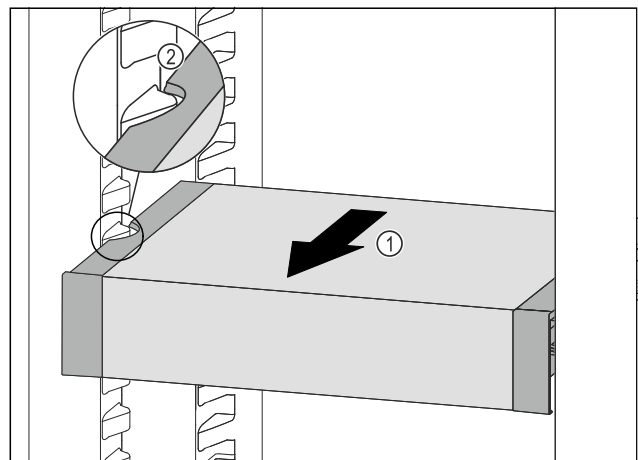

Fig. 72
- ▶ VarioSafe naar voren trekken Fig. 72 (1), tot de uitsparingen aan de zijkant van de VarioSafe zich ter hoogte van de rib in het koelgedeelte bevinden. Fig. 72 (2)